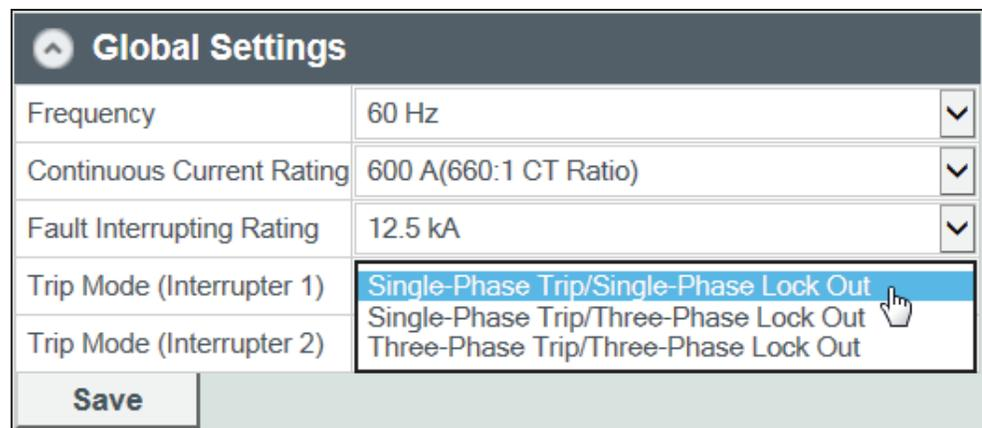

Figura 29. Seleccione el ajuste Modo Disparo (Trip Mode) para interruptor 1 e interruptor 2 en el menú de Global Settings (Ajustes Globales).
- Seleccione el modo de **Single-Phase Trip/Single-Phase Lockout (Disparo Monofásico/Bloqueo Monofásico)** si la vía de interrupción está equipada con interruptores de falla monopolares. Vea la Figura 29. Cuando se establece el ajuste de **Disparo Monofásico/Bloqueo Monofásico** las fases A, B y C pueden configurarse de forma independiente y sólo la fase afectada abrirá y bloqueará en respuesta a un evento.
- Seleccione el modo de **Single-Phase Trip/Three-Phase Lockout (Disparo Monofásico/Bloqueo Trifásico)** si la vía de interrupción está equipada con interruptores de falla monopolares. Vea la Figura 29. Cuando la configuración de **Disparo Monofásico/Bloqueo Trifásico** es establecida, el ajuste de **Protección de Fase por Sobrecorriente de Tiempo** en la página de interrupción se configurará utilizando los ajustes indicados en fase A. Las tres fases se activarán y se bloquearán en respuesta a un evento.
- Seleccione el modo de **Three-Phase Trip/Three-Phase Lockout (Disparo Trifásico/Bloqueo Trifásico)** si la vía de interrupción está equipada con interruptores de falla de tres polos. Vea la figura 29. Cuando se selecciona el ajuste **Disparo Trifásico/Bloqueo Trifásico**, las configuraciones para **Protección de Fase por Sobrecorriente de Tiempo** en la página del interruptor se ajustarán utilizando los ajustes enumerados en la fase B. Las tres fases operadas por grupos se activarán y se bloquearán en respuesta a un evento.